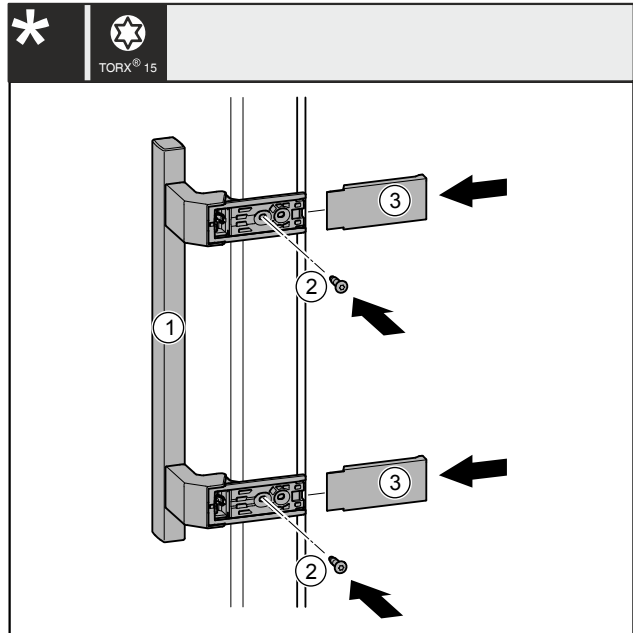

Fig. 41
- Postavite ručku Fig. 41 (1) na suprotnu stranu.
- Odvijačem pritegnite vijke Fig. 41 (2).
- Postavite poklopce Fig. 41 (3) bočno i natakните ih tako da se uglave.